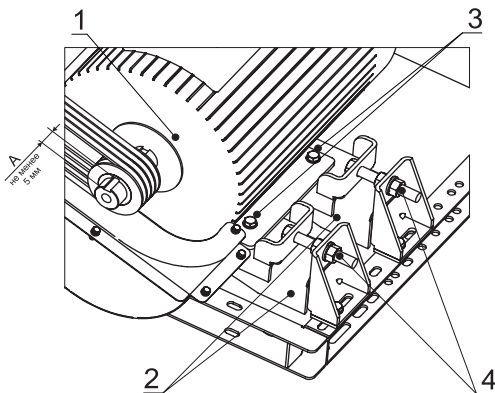

Рисунок 4. Натяжение ремня вентилятора
Натяжение ремней (рис. 4) регулируется перемещением электродвигателя (1) вдоль направляющей (2). Для этого нужно: ослабить затяжку болтовых креплений (3) электродвигателя к направляющей (2) и стопорные гайки натяжных болтов (4); переместить его поочередным закручиванием гаек натяжных болтов (4), добиться выравнивания ведомого и ведущего шкивов (см. «Выверка валов вентилятора и электродвигателя»); затянуть болтовое соединение (3). После выполнения всех операций затянуть стопорные гайки натяжных болтов (4).
Шкивы устанавливаются на вал через коническую втулку, которая посажена в сопрягающуюся конусную расточку в шкиве. Чтобы установить, вставьте втулку в шкив. Совместите отверстия (не резьбовые) и надвиньте весь узел на вал. Установите винты. Сцентрируйте шкивы и затяните винты. При этом размер (A) см. рис.4, от торца втулки до торца вала должен быть не менее 5 мм.